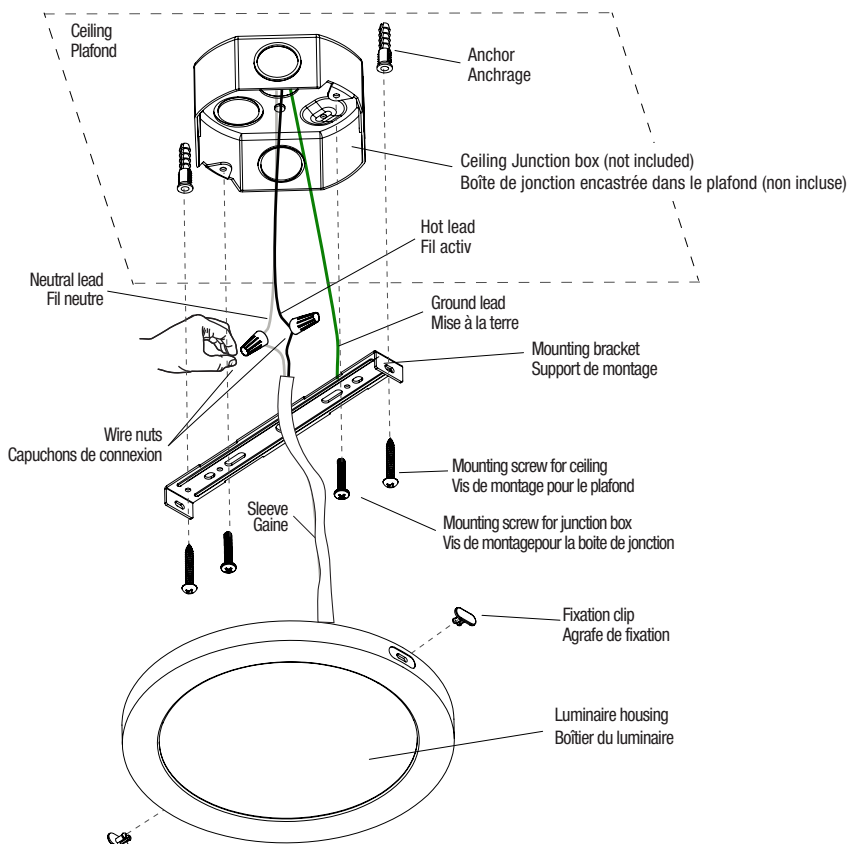

Fig. 1
4. Bring the luminaire near the junction box and made wiring electrical connections by using the wires nuts (Fig. 1).
4. Apporter le luminaire près de la boîte de jonction et faire les connexions électriques en utilisant des capuchons de connexion (Fig. 1).